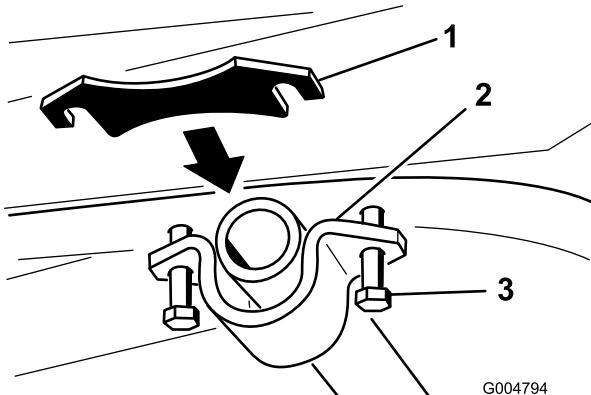

Figura 22
6. Desaperte os parafusos que prendem o suporte do tubo articulado para criar uma abertura entre a estrutura e o suporte do tubo articulado (Figura 22).